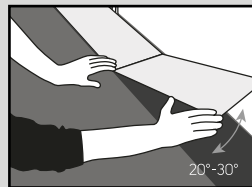

Abb. 2
2. Verlegen Sie die erste Reihe und stellen Sie dabei sicher, dass die Kanten ineinander geklickt werden (Abb. 2).